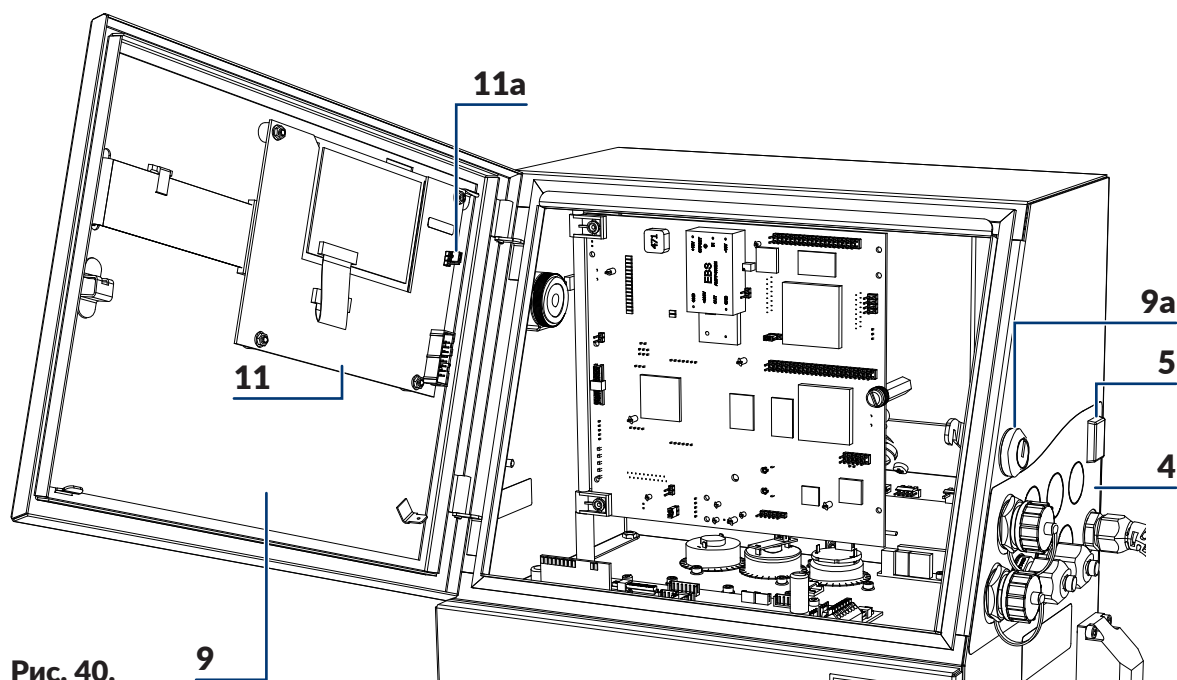

Рис. 40.
2. С помощью ключа откройте дверцы отсека электроники **9** (см. **Рис. 40**).